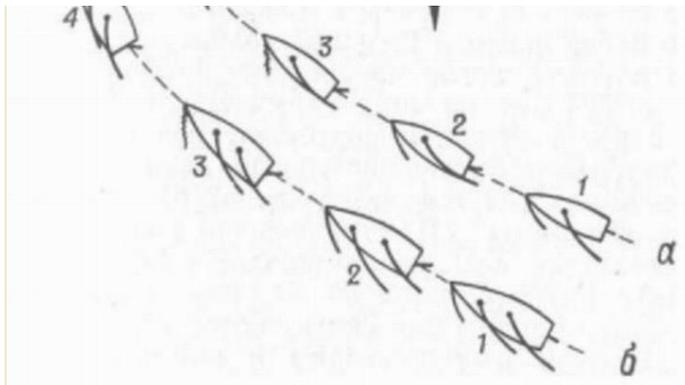

Рис. 4. Выполнение поворота оверштаг:
На одномачтовой шлюпке (рис. 4, а). Старшина шлюпки, убедившись, что повороту ничто не мешает, подает команду «К повороту». Гребцы, сидящие на шкотах, отвечают: «Есть к повороту», усиливают внимание и ждут следующую команду. Когда шлюпка наберет скорость, старшина подает команду «Поворот оверштаг» (1), а затем - «Фок стянуть» и медленно кладет руль в сторону поворота (2). Гребец, сидящий на фока-шкоте, подбирает его по мере надобности. Если быстро стягивать фок и переключать руль в начале поворота, шлюпка потеряет ход.
На двухмачтовой шлюпке (рис. 4,6). После команды «Поворот оверштаг» (1) старшина подает команду «Гика-шкот стянуть» и медленно кладет руль в сторону поворота (2). Гребцы, сидящие на гика-шкоте, стягивают его. Гребцы, сидящие на фока-шкоте, подбирают его по мере надобности и удерживают с помощью фока необходимую